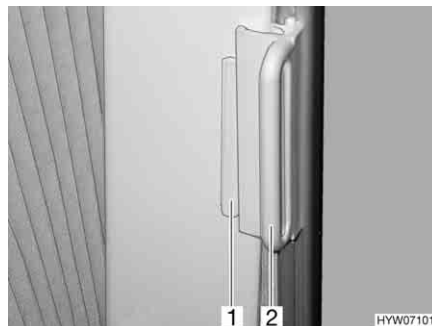

Bild 111 Plisségardin, förarhyttsfönster
**Stänga:** ■ Håll i plisségardinernas handtag (Bild 111,2) och drag försiktigt för dem tills att magnetlåset håller plisségardinen stängd.
■ Skjut in handtaget (Bild 111,2) över kanten (Bild 111,1). Plisségardinen är säkrad.